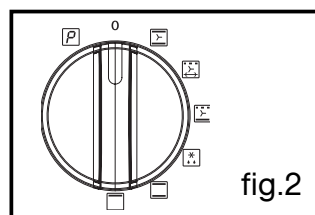

fig.2
- Ramenez le sélecteur de fonctions sur la position 0 (Fig.2).